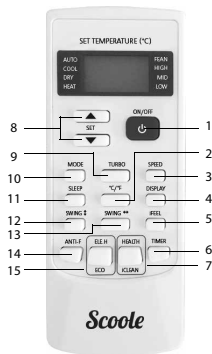

Рис. 4
**Пульт дистанционного управления (Рис. 4)****1. ВКЛ/ ВЫКЛ**